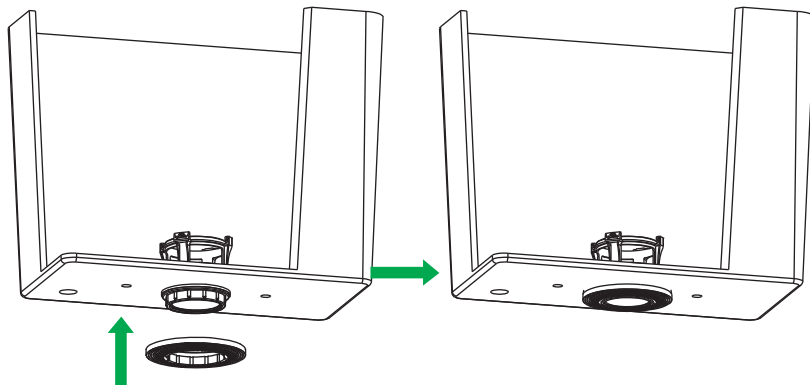

Рис. 15 / 15-сур.
1. Установите резиновую прокладку с наружной стороны дна бачка, как показано на рис. 15.